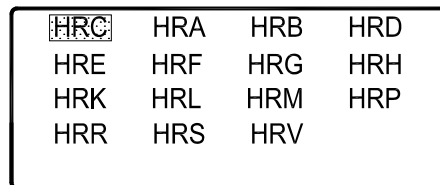

图 1
附图 1
4. 开始修正。在初始菜单状态下，依次连续按“ENTER”、“ENTER”、“ ”、“ENTER”键，此时出现图 1 画面，表示进入修正状态。
9. 按“ MENU ”，画面返回到图 1，可以选择进行其他标尺的修正。